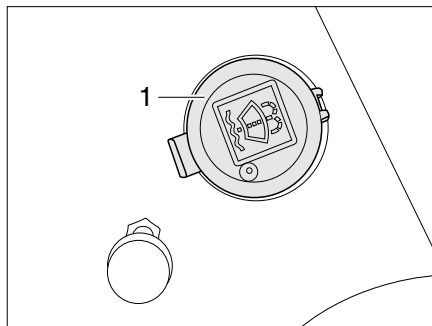

Fig. 35 Bec de remplissage réservoir pour liquide d'essuie-glace
- Enlever le couvercle (Fig. 35,1) du bec de remplissage du réservoir d'eau d'essuie-glace.